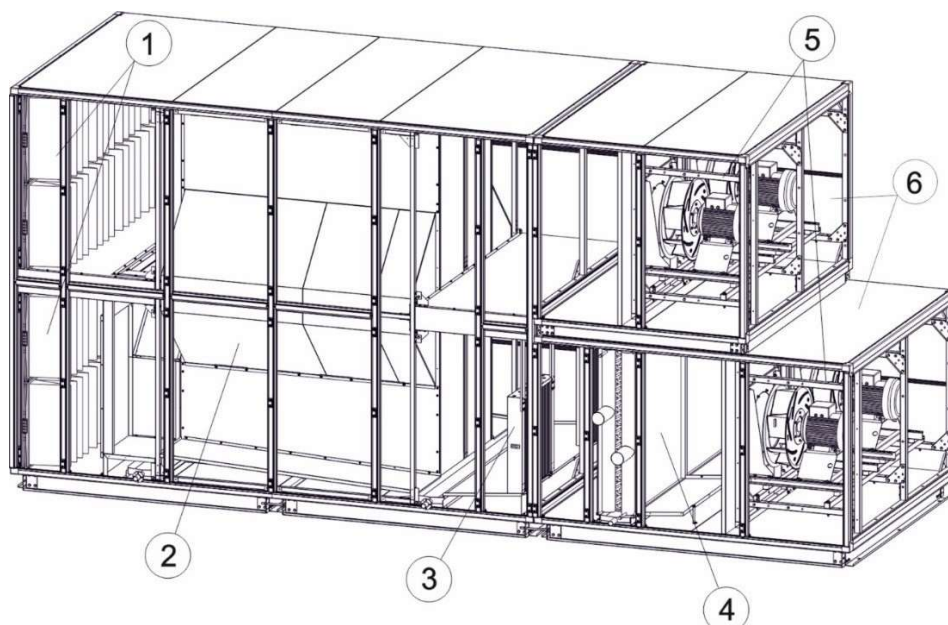

Рис.3. Пример приточно-вытяжного агрегата: 1 - карманный фильтр, 2- гексагональный теплообменник, 3 - каплеуловитель, 4 - охладитель, 5 - вентилятор, 6 – корпус
Большинство конфигураций агрегатов доступны левого (LH) и правого (RH) исполнения (Рис. 3 и 4). Сторона исполнения, на которой находятся инспекционные панели, патрубки теплообменников и т.п., определяется, глядя по направлению движения воздуха в агрегате. В приточно-вытяжных агрегатах сторона исполнения определяется по направлению движения воздуха в приточной части.